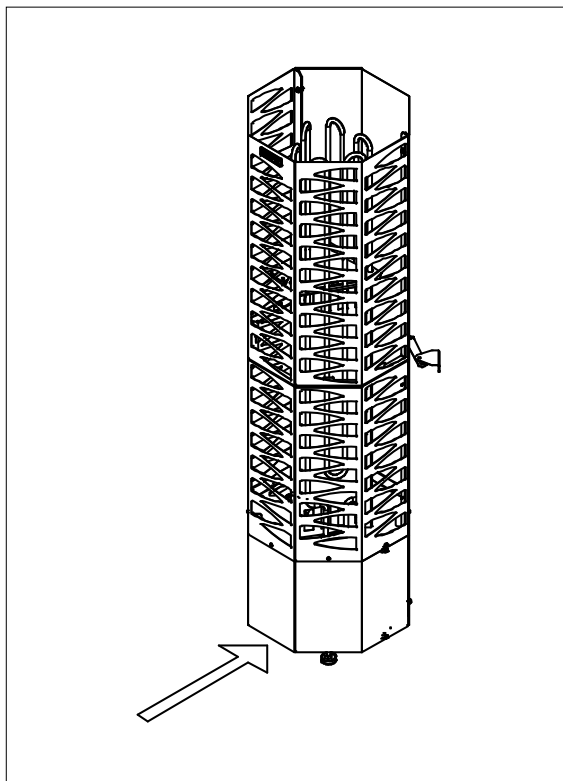

Bild 7. Huvudbrytarens plats
9. Kontrollera att bastuaggregatets huvudbrytare (I/O) är i läge O. Se bild 7.